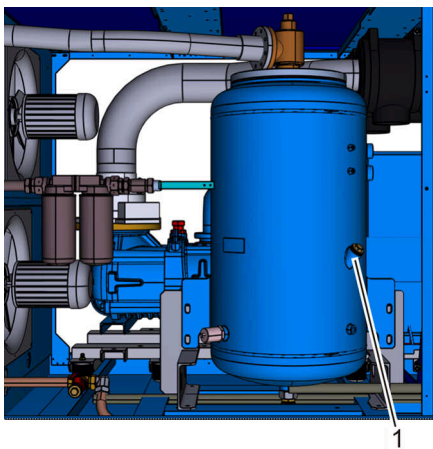

Рис. 42: Резьбовая пробка наливного отверстия
10. Вставьте резьбовую пробку наливного отверстия (Рис. 42/1) и затяните ее ☞ Приложение В «Моменты затяжки винтов» на странице 124.